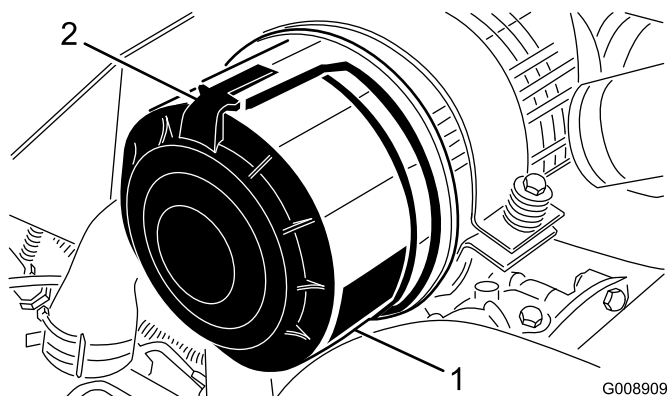

Figura 56
1. Rilasciate i fermi che fissano il coperchio del filtro dell'aria al relativo corpo (Figura 56).